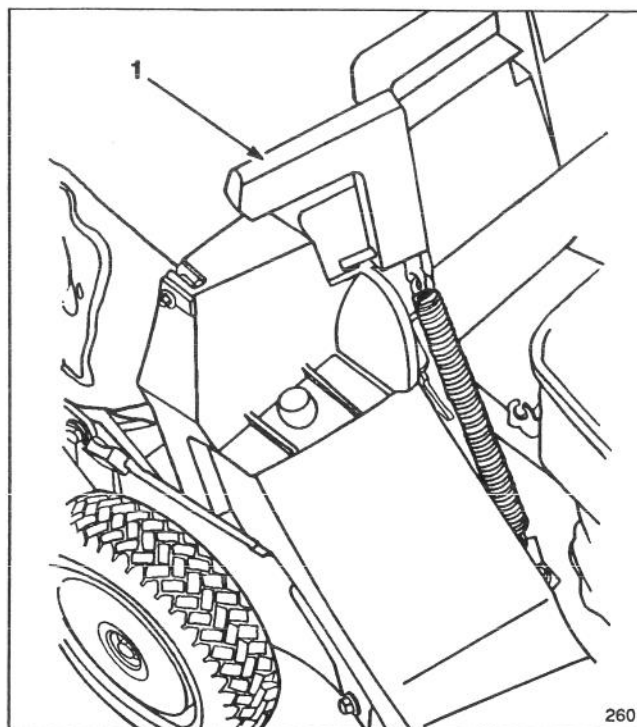

Abb. 13
4. Ziehen Sie den Griff der Auswurfür soweit nach vorne, bis der Stift aus der Sperrklinke rastet und bewegen Sie den Griff nach hinten, bis der Stift in die Sackeinkerbung einrastet (Abb. 13). Die Auswurfür im Mähergehäuse ist jetzt geöffnet.